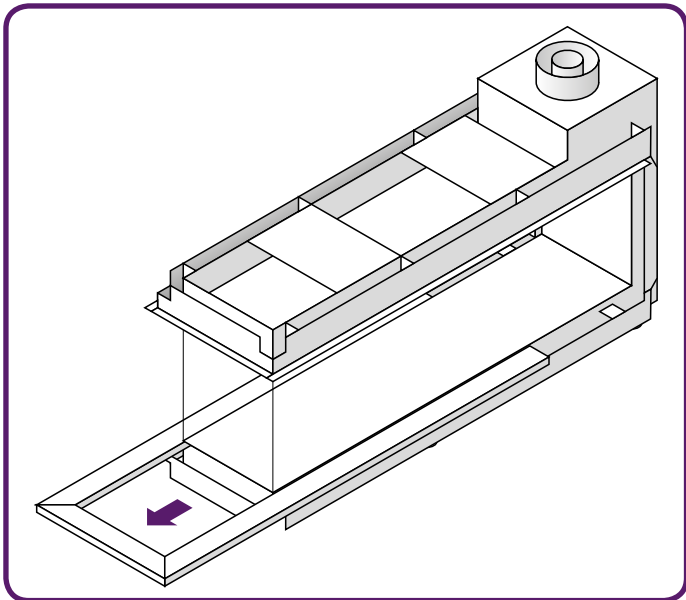

Figure 10.10 - Remove bottom trim
- Anschließend nehmen Sie die untere Verkleidung ab (**Abbildung 10.10**).